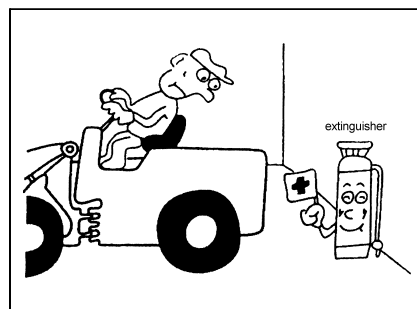

Рис. 2-8
- Запрещается проведение реконструкции, влияющей на свойства, безопасность и прочность погрузчика и рабочих устройств. (Рис.2-8)